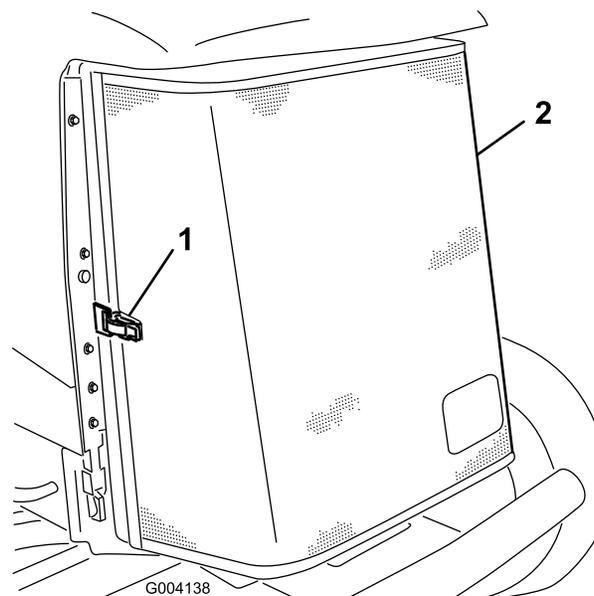

Рисунок 60
- Откройте защелку и откиньте заднюю решетку (Рисунок 60).